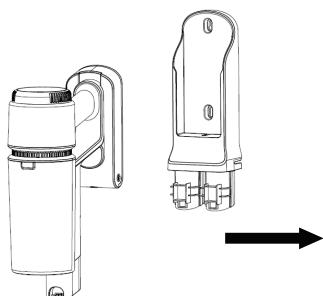

Рис. 7
- Установите прибор на настенное крепление (Рис. 7).